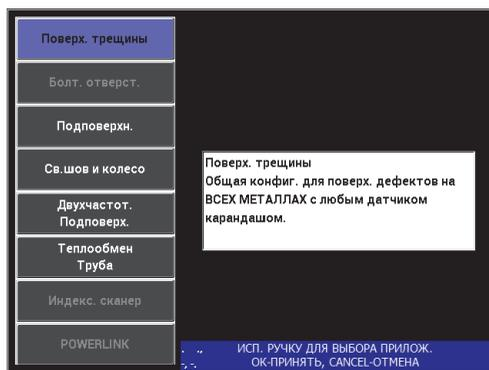

Рис. 5-41 Выявление поверхностных трещин
2. Нажмите клавишу меню ADV SETUP (⚙️), затем выберите **ВЫБР ПРИЛ.** (клавиша A), чтобы открыть меню выбора приложений. С помощью ручки регулятора выберите **Поверх. трещины** и нажмите ✓ для подтверждения (см. Рис. 5-41 на стр. 165).